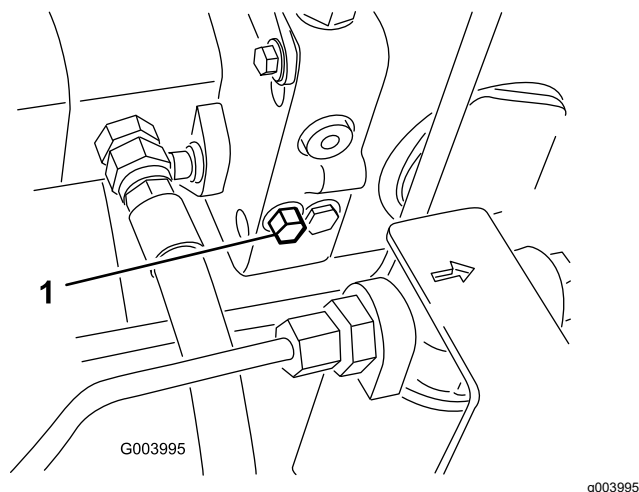

Figura 62
1. Individuate la valvola di bypass sul lato sinistro dell'idrostatato (Figura 62).